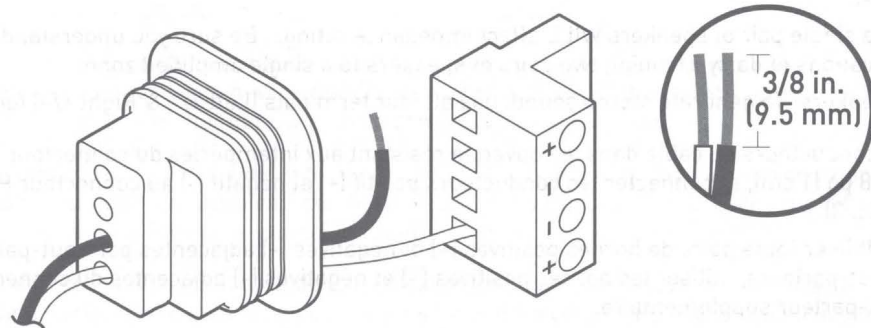

Fig. 3 / Fig. 3 / Abb. 3 / Fig. 3 / Fig. 3 / Fig. 3
STEP 3: Feed the conductors of cable through the weatherproof phoenix connector cover. Strip 3/8" of the speaker wire jacket, and terminate the positive (+) and negative (-) conductors into the removable phoenix connector located at the rear of the speaker. (Fig. 3)
ÉTAPE 3 : Faire passer les conducteurs du câble dans le couvercle résistant aux intempéries du connecteur Phoenix. Dénuder la gaine du fil de haut-parleur sur 3/8 po (1 cm), et connecter les conducteurs positif (+) et négatif (-) au connecteur Phoenix amovible situé à l'arrière du haut-parleur. (Fig. 3)
SCHRITT 3: Stecken Sie die Stromleiter der Kabel durch die wetterfeste Abdeckung des Phoenix-Steckers. Entfernen Sie 3/8 Inch (1 cm) von der Ummantelung des Lautsprecherkabels und klemmen Sie die positiven (+) und negativen (-) Leiter in den herausnehmbaren Phoenix-Stecker auf der Rückseite des Lautsprechers. (Abb. 3)
PASSAGGIO 3: posare i conduttori del cavo attraverso la copertura del connettore stagno Phoenix. Scoprire di 3/8 poll. (1 cm) il cavo del diffusore e inserire i conduttori positivo (+) e negativo (-) nel connettore rimovibile Phoenix, posizionato sul retro del diffusore. (Fig. 3)
PASSO 3: Alimente os condutores do cabo através da cobertura à prova de intempéries do conector Phoenix. Descarne cerca de 3/8" (1 cm) do revestimento do fio de coluna, e aplique as terminações dos condutores positivos (+) e negativos (-) no conector Phoenix amovível localizado na traseira da coluna. (Fig. 3)
PASO 3: pase los conductores del cable por la cubierta impermeable del conector phoenix. Pele 3/8" (1 cm) de cable, e introduzca los conductores positivo (+) y negativo (-) en el conector phoenix extraíble ubicado en la parte trasera del altavoz. (Fig. 3)